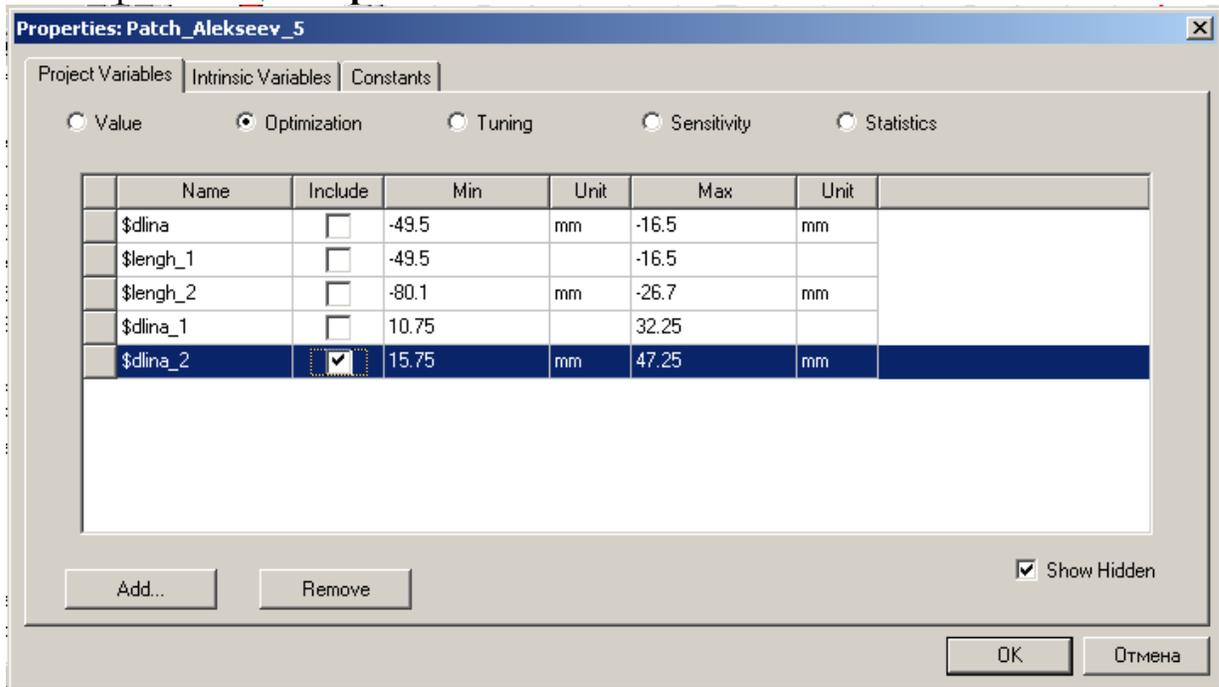

Рис. 2.9. Включение переменной \$dlina\_2 в процесс оптимизации проекта
Для того, чтобы конструкция была оптимизирована, т.е. найдено оптимальное значение этой переменной, Вы должны задать использование ее во время оптимизации в диалоговом окне **Properties** (рис. 2.9).
3. Нажмите строку, содержащую переменную, которую Вы хотите оптимизировать (*\$dlina\_2* на рис. 2.9).